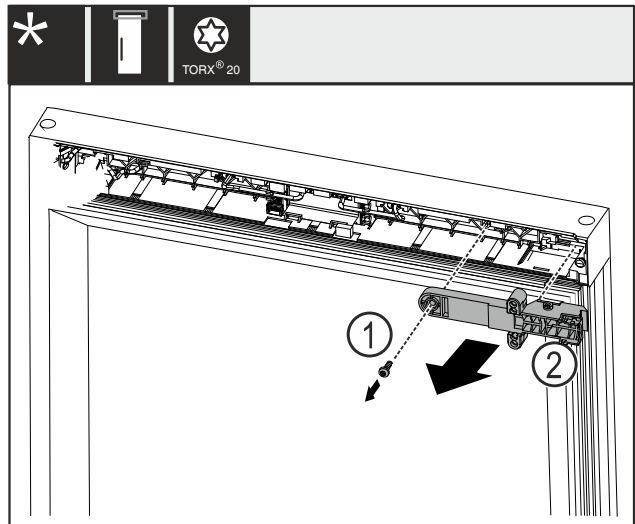

Fig. 11
- Izvadite vijak Fig. 11 (1).
- Skinite element za držanje brave Fig. 11 (2).